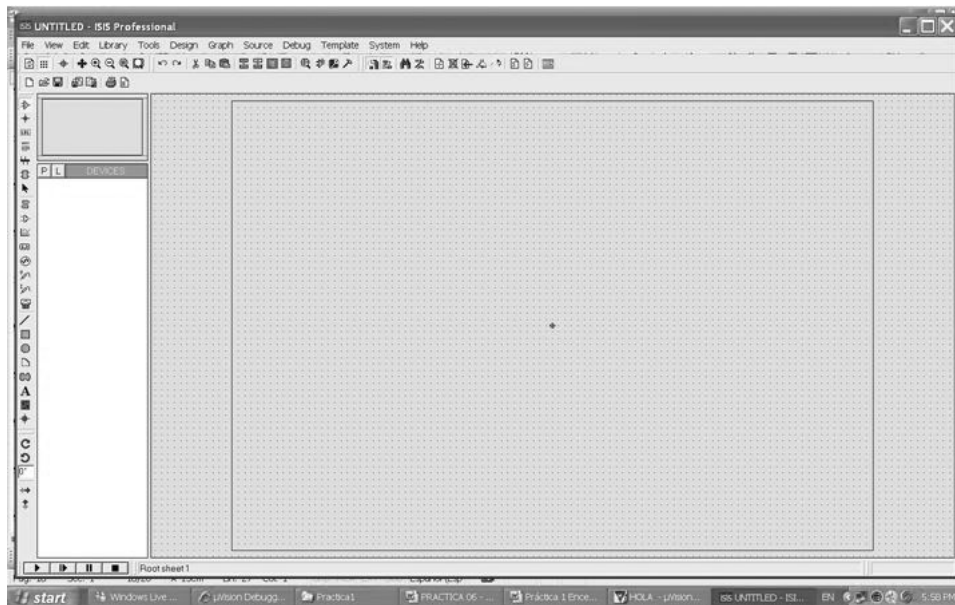

Figura 16.37: Simulación de un sistema digital basado en el MICC AT89C51RC2. Paso 2
2. En proteus abra ISIS (figura 16.37 )